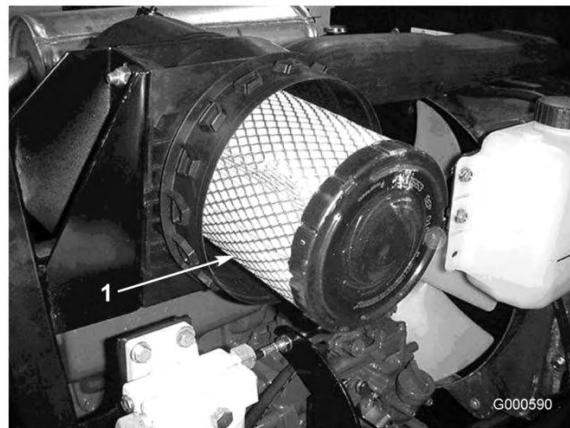

Figure 33
3. Déposez et remplacez l'élément principal (Figure 33).